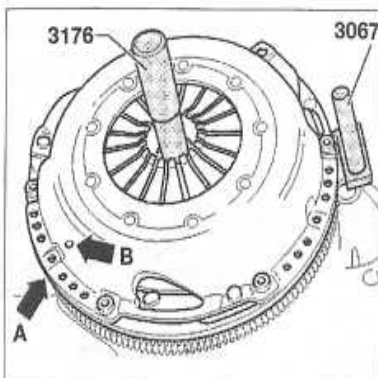

FIGURE 2-2
• Immobiliser en rotation le volant moteur à l'aide d'un outil de blocage approprié (par exemple VAG 3067) (figure 2-2).
- Positionner le disque sur le volant moteur en orientant le déport le plus grand du moyeu vers le mécanisme et le centrer à l'aide d'un mandrin de centrage approprié (par exemple VAG 3176) (figure 2-2).